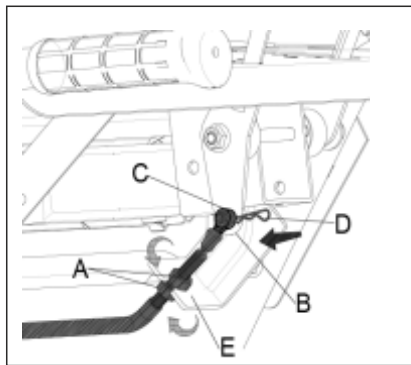
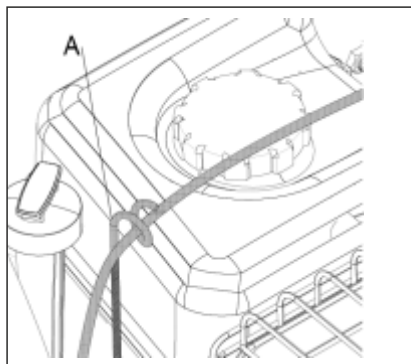

Рис. 10
Рис. 11
2) Прежде чем вставить конец кабеля управления крышкой желоба (рис. 10) в нужное положение, отверните два винта А (рис. 10). Закрепите его на планке (В, рис.10) с помощью штифта В (D, рис.10), затем затяните два винта на основании (Е, рис.10), чтобы закрепить кабель. Прижмите кабель к направляющей (А, рис.11) для закрепления.